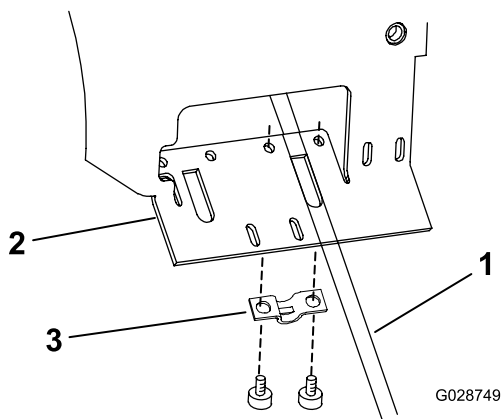

図 10
3. PTOケーブルをレバーサポートブラケットの下側に固定するクランプ1個と六角タップねじ2本を使用する 図10。